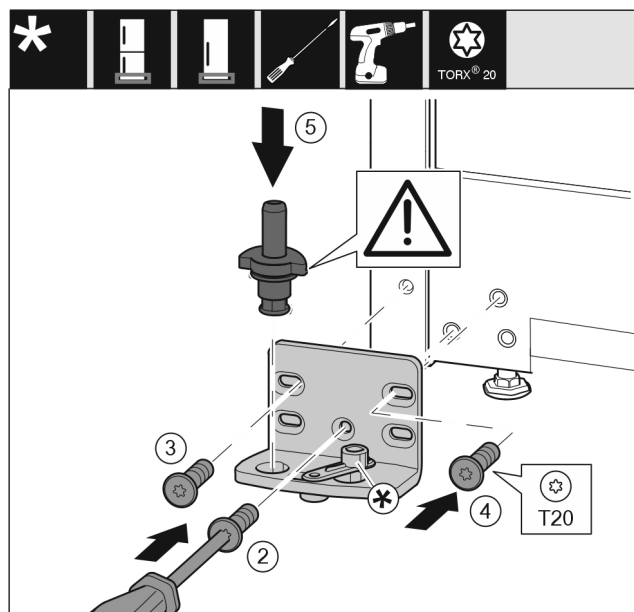

Fig. 16
- Lagerbok aan de andere zijde plaatsen en met behulp van een schroevendraaier er in schroeven. Met schroef Fig. 16 (2) onder in het midden beginnen.
- Schroef Fig. 16 (3) en schroef Fig. 16 (4) vastschroeven.
- Lagerbouten Fig. 16 (5) volledig insteken. Let hierbij op dat het vergrendelingslipje naar achteren wijst.